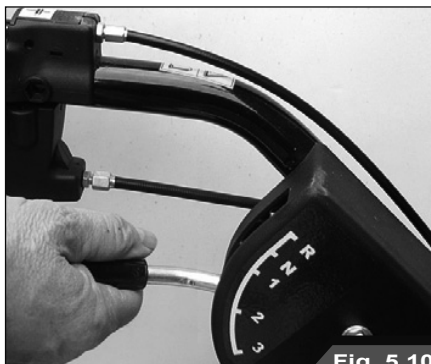

Fig. 5.10
Votre tondobroyeuse à fléaux est dotée d'une boîte de vitesses à trois rapports avant plus marche arrière et point mort. Pour changer de vitesse, il suffit d'agir sur le Levier sélecteur de vitesses (Fig. 5.10) fixé sur le mancheron gauche et qui sert à régler le mouvement général de votre machine. En troisième la vitesse limite atteinte est de 3,4 Km/h, tandis qu'en marche arrière (R) la vitesse maximale est de 2,2 Km/h.